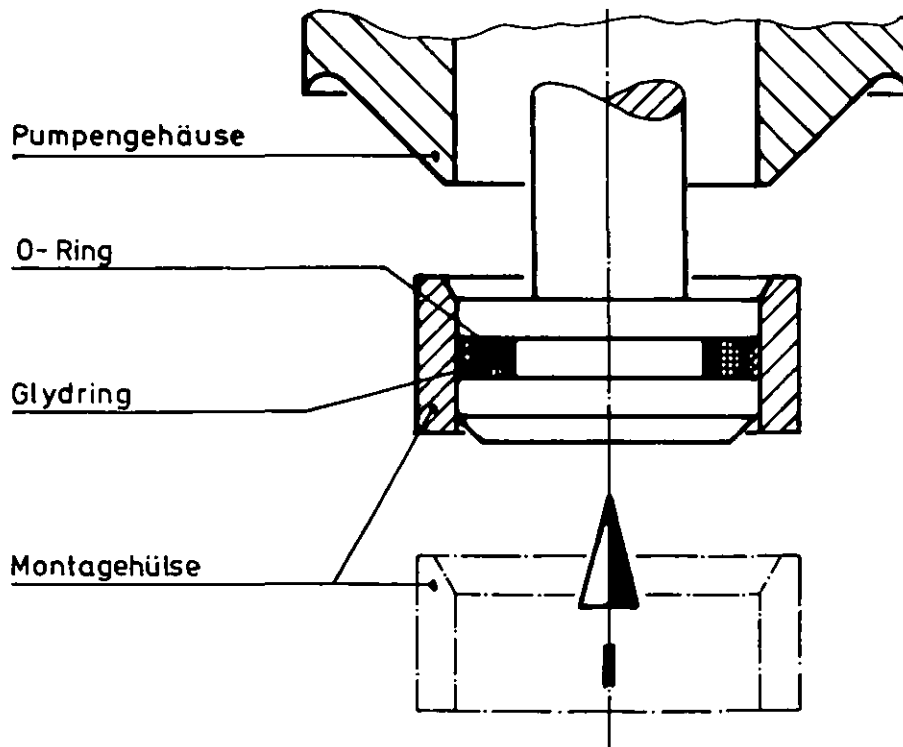

Fig. 2
Der Glyd-Ring wird soweit aufgeschoben bis er in die Nut einschnappt. (Fig. 2)
Der Glyd-Ring steht jedoch noch etwas vor, sodaß die Rückformung auf den jeweiligen Nenndurchmesser mit Hilfe der Montagehülse erfolgen muß, um beim Einfahren des Ventils in das Pumpengehäuse den Dichtungsring nicht zu beschädigen (Fig. 2).
- Der Glyd-Ring wird soweit aufgeschoben, bis er in die Nut einschnappt (Fig. 2).